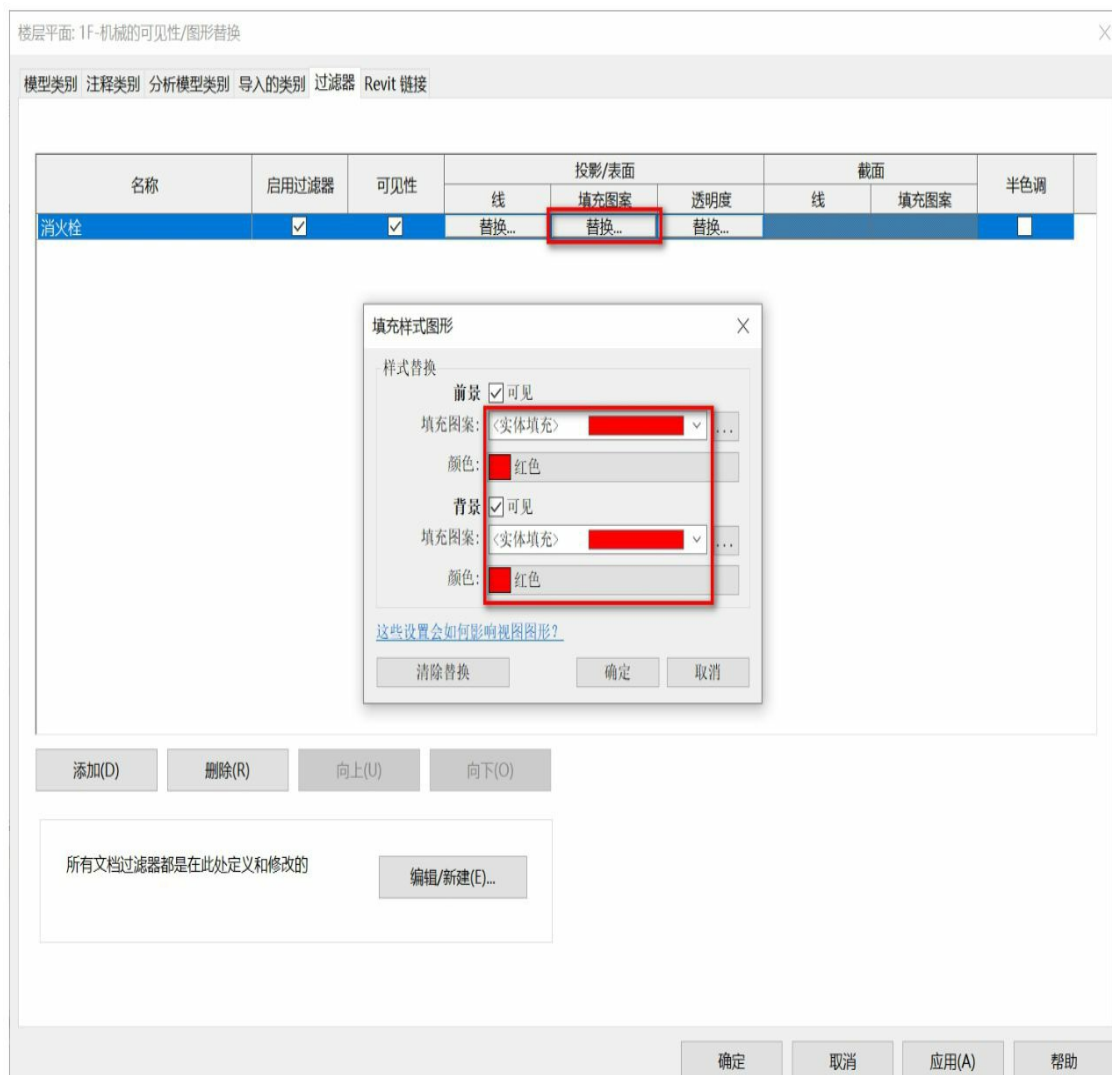

图3-100
(5) 单击“消火栓”过滤器的“填充图案”下的“替换”按钮，选择“颜色”和“填充图案”，如图3-100所示，完成“消火栓”过滤器的设置。